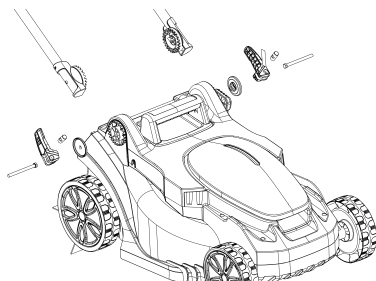

Fig. 1
- Alignez les engrenages entre la poignée inférieure et la tondeuse à gazon, serrez manuellement l'ensemble d'assemblage rapide à la position appropriée, puis verrouillez-le (ne serrez pas trop). (Fig. 1)